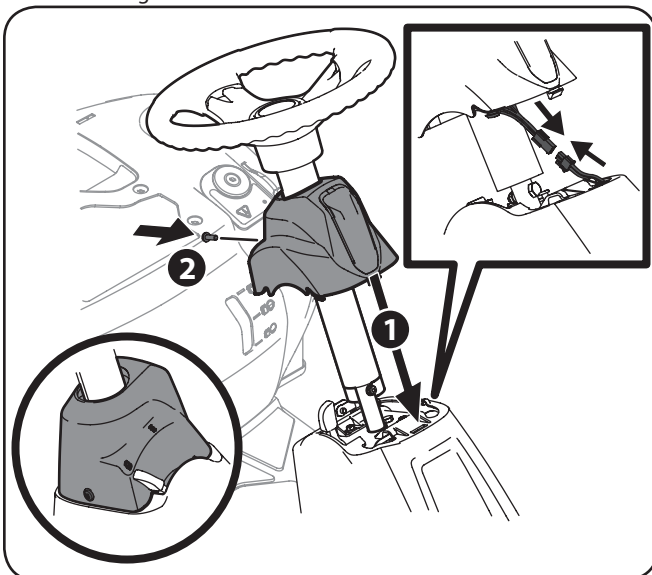

Figura 3-4
7. Deslice la tapa del pedestal hacia abajo sobre el tractor y conecte el faro delantero como se indica en el recuadro de la Figura 3-4 (1) y rótelas ligeramente a la derecha para calzarla en su lugar. Sujete el pedestal con el tornillo (2) que extrajo antes. Vea la Figura 3-4.